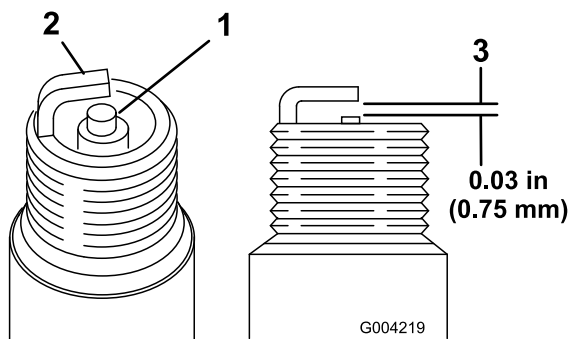

Figure 16
1. Examinez le centre des bougies (Figure 16). Si le bec isolant est recouvert d'un léger dépôt gris ou brun, le moteur fonctionne correctement. S'il est couvert d'un dépôt noir, c'est généralement signe que le filtre à air est encrassé.
- Contrôlez l'écartement entre l'électrode centrale et l'électrode latérale (Figure 16).
- Courbez l'électrode latérale (Figure 16) si l'écartement est incorrect.